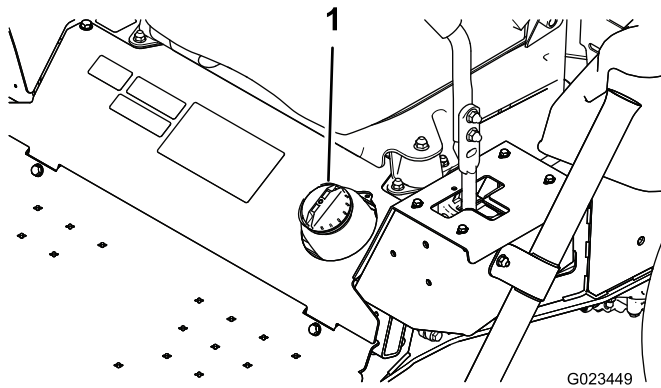

Figura 17
1. Limpe a zona em torno do tampão do depósito de combustível (Figura 17).